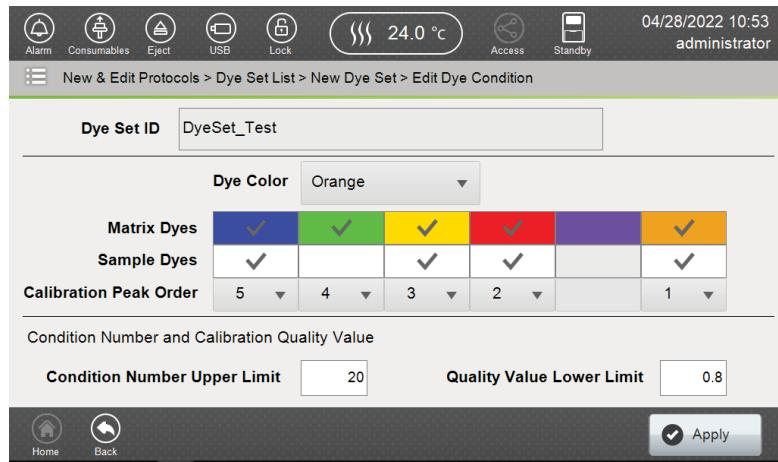
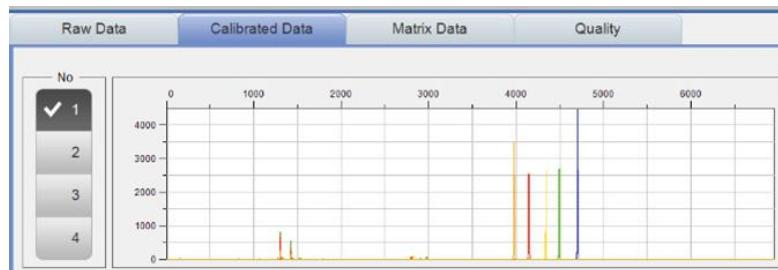

図 146 Edit Dye Condition 画面での色素検出の順番の設定
図 147 Spectral Calibration で検出される色素の順番
- Calibration Peak Order に色素の順番を設定します。この色素の順番は、ソフトウェアが異なる色素で標識された断片が検出器を通過することを予測する順序です。(図 146)
- 図 146 で示される色素順と一致するエレクトロフェログラムのイメージ例が図 147 に示されています。